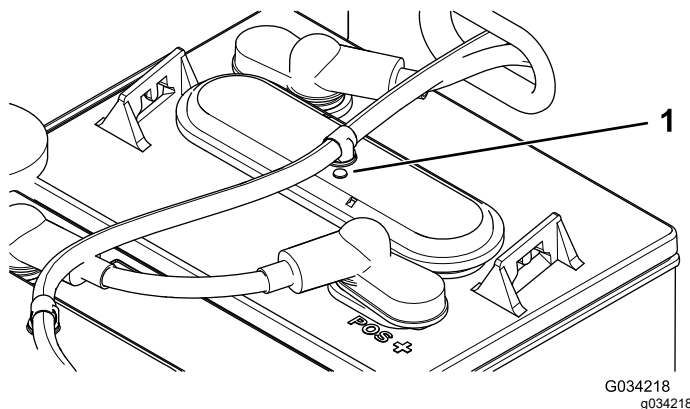

Figura 38
3. Compruebe los ojales de cada batería para ver si son blancos o negros (Figura 38).